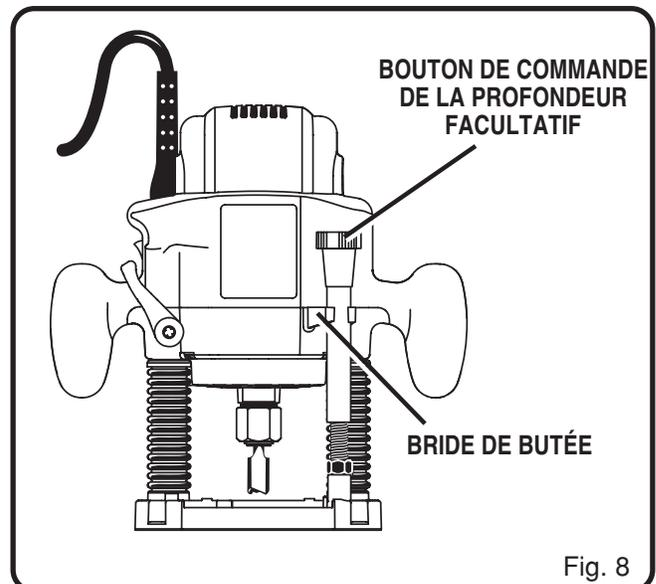

Fig. 8
Voir figure 8.
- Placez le ressort de compression sur l'écrou hex. comme l'illustre la figure 8.